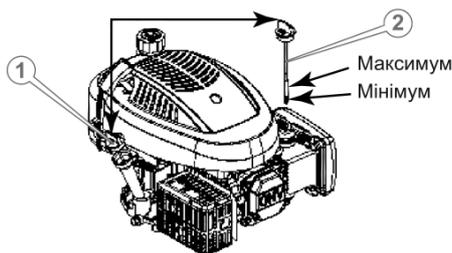

Рисунок 3. Схема заправлення та перевірки рівня мастила.
3. Відкрутити кришку-щуп (1, рис. 3) та витягнути її із горловини.